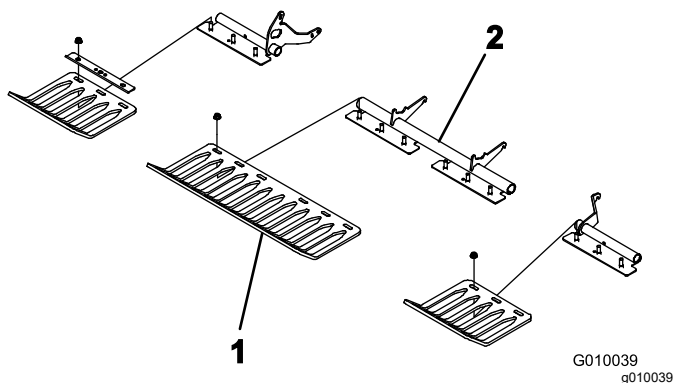

Figure 23
- Fixez légèrement les protège-gazon sur leurs supports à l'aide de 4 brides de serrage et 12 écrous à embase (Figure 23). Ne serrez pas les fixations.
Remarque: À la livraison, les brides de serrage des porte-gazon et les écrous à embase sont fixés sur les supports des protège-gazon (Figure 23).